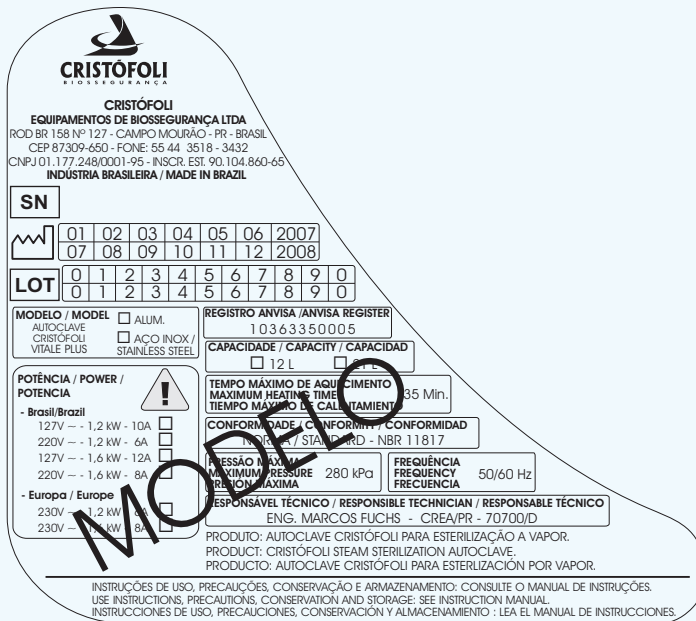

Fig.25
Antes de realizar o contato tenha sempre à mão o modelo do seu equipamento, voltagem, número de série e data de fabricação (que se encontram na etiqueta de identificação localizada na parte posterior do equipamento (Fig. 1 pág. 8 e Fig. 25, pág.25) e uma descrição do problema. Contate então a Cristófoli através do **CAC - Central de Atendimento ao Cliente** pelo telefone 0800-44-0800 ou (44) 3518-3434 ou ainda pelo Fax: (44) 3518-3437 para uma avaliação e eventual reparo do seu equipamento.